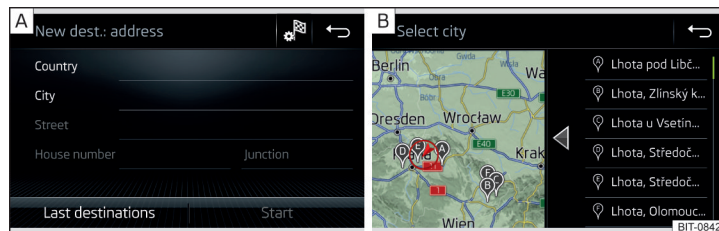

Fig. 214 Introducir destino a través de la dirección: Menú principal / Lista de los lugares seleccionados
- Introducir la dirección de destino y luego confirmar » fig. 214 - **A**.
Dependiendo de la cantidad de los lugares buscados puede visualizarse automáticamente un mapa con una lista de los lugares solicitados » fig. 214 - **B**.